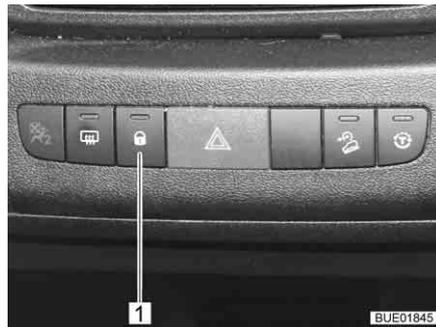

Bild 63 Schalter Zentralverriegelung (Elegance)
- Taste (Bild 63,1) drücken. Die Türschlösser sind entriegelt.
- Taste (Bild 63,1) drücken. Die Türschlösser sind verriegelt. Die Kontrollleuchte in der Taste leuchtet.